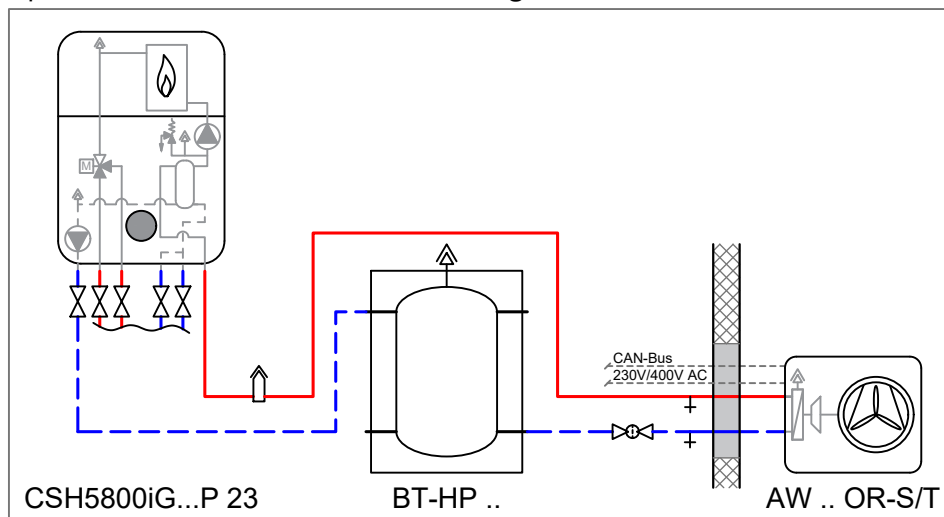

Bild 1: Anschluss eines Pufferspeichers mit 30 l Speicherinhalt
- Wenn der Mindestabstand zwischen Hybridgerät und Außeneinheit geringer ist, als in Tabelle 3 vorgegeben, verfügt die Anlage möglicherweise nicht über genügend Wärmeenergie für die Abtauung der Außeneinheit. In diesem Fall muss ein Pufferspeicher mit 30 l Speicherinhalt in die Rücklaufleitung der Außeneinheit installiert werden (→ Bild 1)